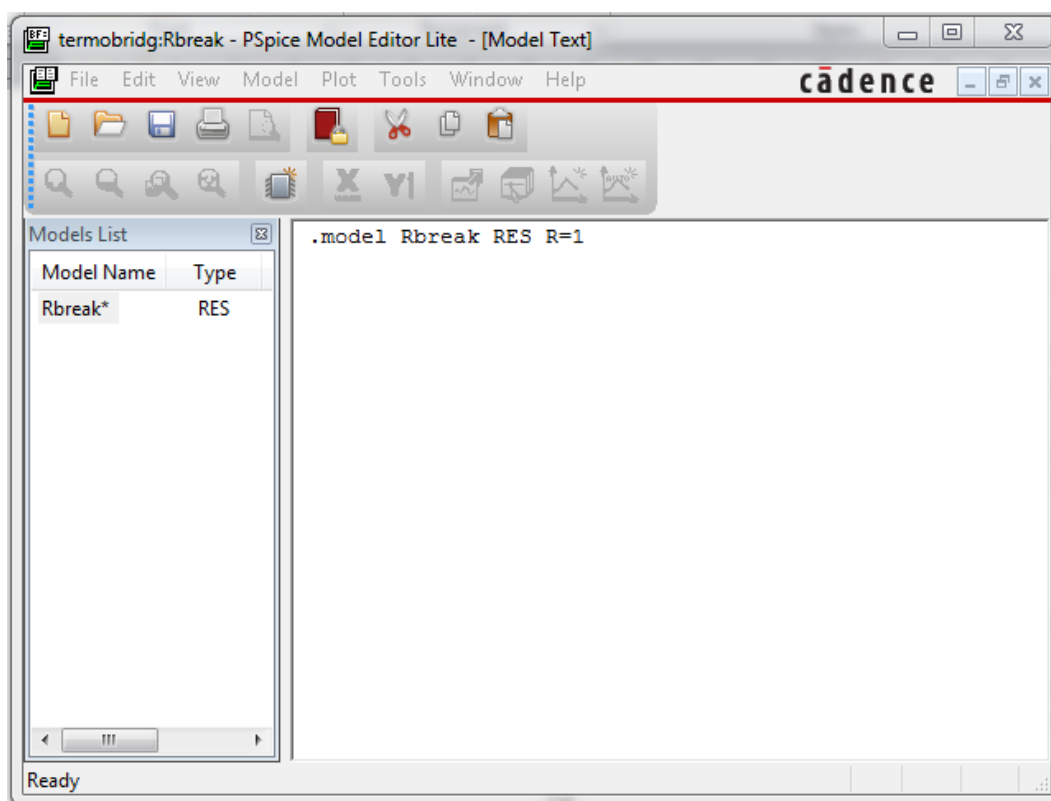

Рисунок 6.33 – Вікно редактора моделі *PSpice*
46. Відкривши редактор моделей програми *PSpice*, куди вже завантажена поточна модель *Rbreak* (рис. 6.33), можна змінювати модельні параметри моделей з бібліотеки *Breakout.olb*.